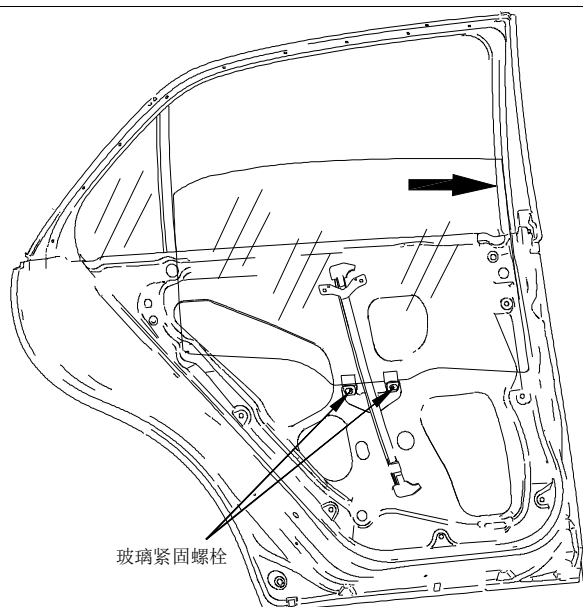

图 7-4-1 后门玻璃调整示意图
3、如图 7-4-1，上下升降玻璃至能看到紧固螺栓，并将玻璃紧固螺栓松动；将玻璃向靠近 B 柱的导轨上靠紧，然后拧紧固定螺栓；检查玻璃是否升降自如；